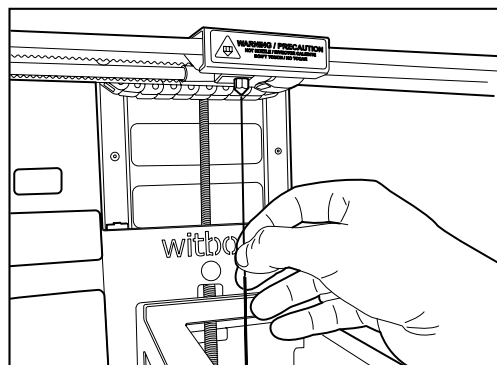

Figure 6.3 Insérez une aiguille dans la buse
- 6 Prenez l'une des aiguilles fournies dans la boîte d'accessoires pour l'insérer dans la buse ou le nozzle et retirer les éventuels restes de matériau en polymère (fig. 6.3).